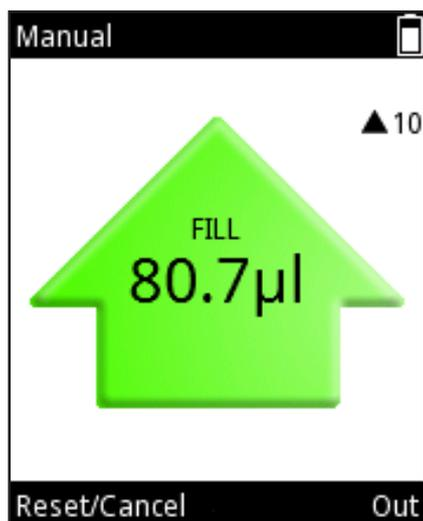

图 D34
6. 当 trigger (触发器) 在达到极限体积之前松开，按下  (Out (出)) 或  (In (入)) 可以改变液体流动方向（文本引导按钮取决于当前流动方向）（图 D34）。